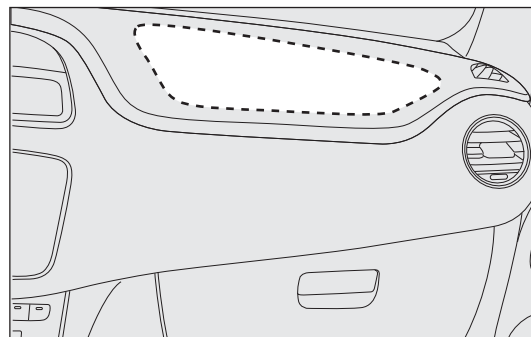

fig. 143
**AIRBAG FRONTALE LATO PASSEGGERO****fig. 143**